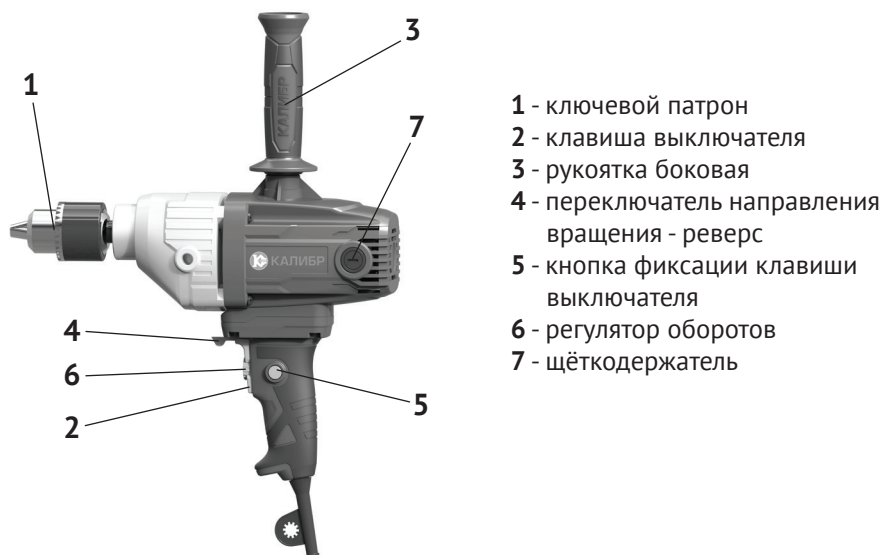

рис. 1
1.6 Общий вид дрели представлен на рис.1
1.7 Дрель состоит из коллекторного двигателя в пластиковом корпусе и редуктора, расположенного в металлическом корпусе. Крутящий момент с якоря электродвигателя через систему шестерён, передаётся на шпиндель, соосный с двигателем. На резьбу (1/2") шпинделя крепится сверлильный патрон (рис.1 поз.1).
1.8 Клавиша выключателя (рис.1 поз.2) расположена в передней части крышки рукоятки. В клавишу вмонтирован диск регулятора оборотов (рис.1 поз.6). С его помощью можно изменять скорость вращения шпинделя в пределах от 0 до 1000 об/мин. Это позволяет выбрать оптимальный режим работы, в зависимости от просверливаемого материала и установленного сверла или насадки миксер.
(рис.1 поз.4). В нейтральном положении он выполняет функцию блокиратора клавиши от случайного включения. Стрелками указывается направление вращения патрона.
Слева на рукоятке находится кнопка (рис.1 поз.5) фиксации клавиши выключателя.
- удерживая клавишу, нажатием кнопки (рис.1 поз.5), фиксируем клавишу в рабочем положении;
3.2 Для замены щёток необходимо открутить боковую крышку корпуса двигателя (рис.1 поз.7). Щётки следует заменять парой для обеспечения равной степени их давления на коллектор якоря.